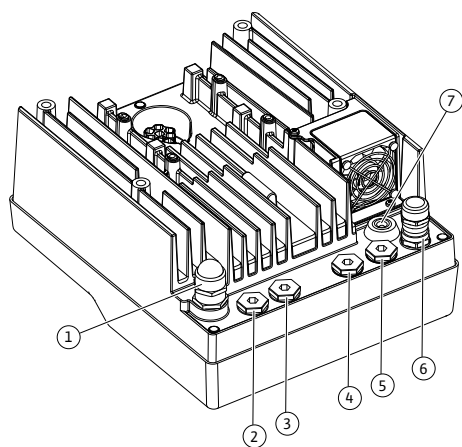

Fig. 18: Prensa-fios/passagens de cabos
4. Passar o cabo de ligação através do prensa-fios M25 (Fig. 18, pos. 1). Apertar o prensa-fios com os torques indicados.